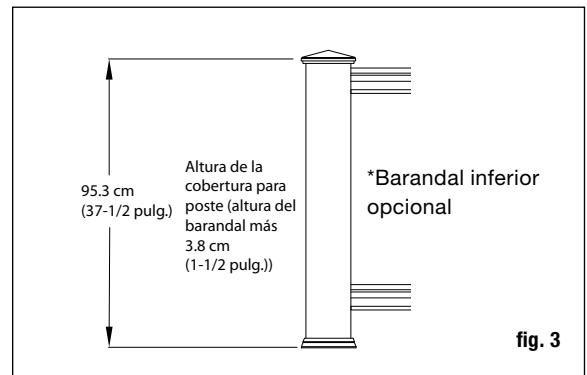

fig. 3
Paso 5: Corte las coberturas de poste de 10.2 x 10.2 cm (4x4 pulg.) a la longitud deseada si planea usar un tope de poste. Las coberturas para poste deben ser al menos 3.8 cm (1-1/2 pulg.) más largas que la altura del barandal (fig. 3). Ejemplo: Para un barandal de 91.4 cm (36 pulg.) de altura, recorte la cobertura del poste a un mínimo de 95.3 cm (37-1/2 pulg.), o más larga si lo desea. Deslice una cobertura de poste recortada sobre cada poste de barandal de 10.2 x 10.2 cm (4x4 pulg.). Utilice cuñas según sea necesario para crear un buen ajuste. Deslice una cenefa para base de poste sobre cada cobertura.